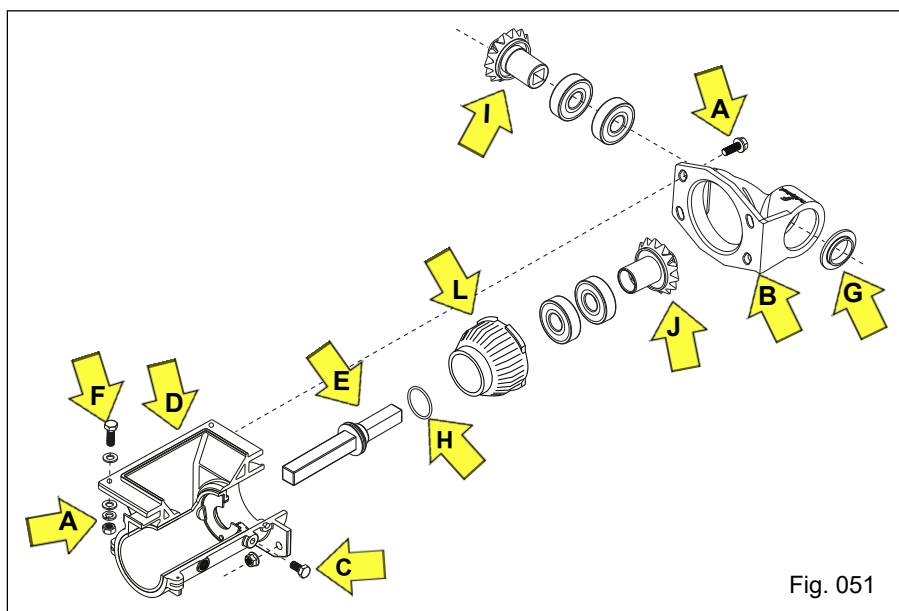

Fig. 051
e) Para a troca, limpeza ou substituição dos rolamentos e componentes do conjunto, retire o conjunto dosador da Plantadora através da remoção do eixo acionador e buchas de união, afrouxe e retire os parafusos de fixação do dosador na base do distribuidor. A seguir retire os quatro parafusos e porcas "A" de fixação do mancal suporte dos pinhões de transmissão "B", afrouxe e retire os parafusos "C" de fixação do revestimento "D", retirando a seguir o conjunto. Retire o eixo acionador "E" e remova a bucha "L" dos mancais do rolamento, fazendo a limpeza ou substituição necessária (Fig. 051).
Observe se há necessidade de montar arruelas de ajuste “H” nos pinhões “I e J”. Havendo necessidade de substituição dos pinhões, troque as tuas peças, ou seja o pinhão motriz “I” e o pinhão movido “J”. Aproveite para verificar as condições do parafuso “F”, caso os mesmos apresentem corrosão excessiva, deve substituir por parafuso de inox (Fig. 051).